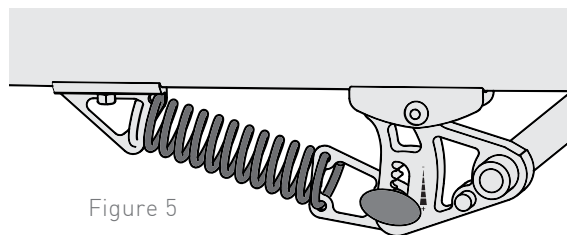

Figure 5
1. Il y a 5 points de réglage (Figure 5). Tournez le bouton de réglage pour définir la suspension : position haute pour les charges les plus légères, position basse pour les charges les plus lourdes. La remorque doit être utilisée avec les mêmes réglages pour les suspensions gauche et droite.